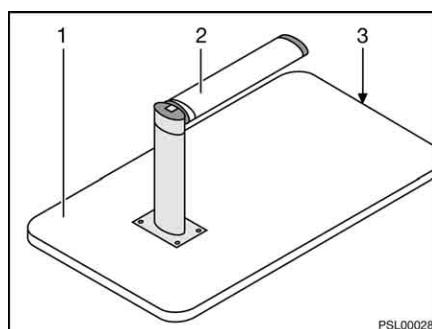

Bild 24 Bettunterbau
- Die Tischplatte (Bild 24,1) vorne ca. 45° anheben.
- Den unteren Teil des Tischfußes (Bild 24,2) nach unten ziehen und um 90° umklappen.
- Die Tischplatte im 45°-Winkel mit den Haltern (Bild 24,3) in die untere Halteleiste einhängen und mit dem oberen Teil des Tischfußes auf dem Boden abstellen.